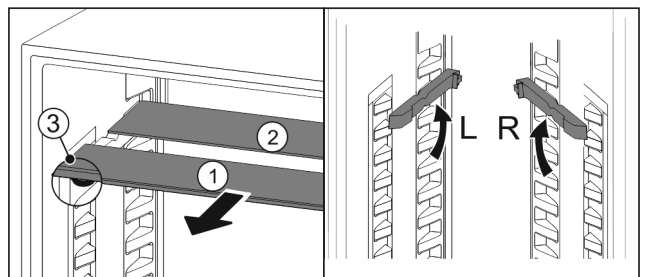

Fig. 80
- ▶ Sortir les tablettes par l'avant *Fig. 80 (1)*.
- ▷ La tablette en verre *Fig. 80 (1)* avec bordure décorative est située à l'avant.
- ▷ Les butées *Fig. 80 (3)* sont orientées vers le bas.